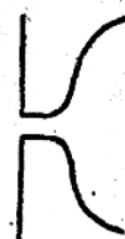

图 2
2. 出铁口钢板孔要大，然后用火泥砌成较小的出铁口。出铁口应该薄些（图2），并且做成里大外小的喇叭形状。这样可以避免里面铁水冻结，如果冻结的话，也可以藉打通出铁口四周的火泥，将出铁口及时打开，从而可以避免用氧气吹烧。